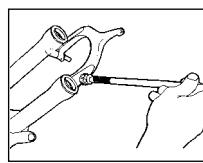

Fig. 5
12. Appliquez une fine couche de Judy Butter Nouvelle Formule sur la surface des gaines supérieures et remplissez complètement la poche entre les rebords du joint Resi-wiper (fig. 5).